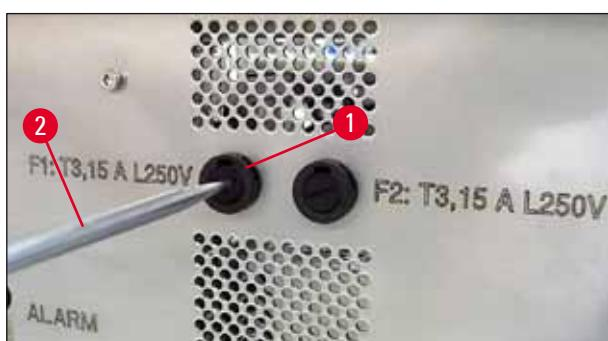

Рис. 65
- Проверьте, исправны ли два вторичных предохранителя (→ "Рис. 64") (F1, F2 на задней панели прибора (→ "Рис. 65")).